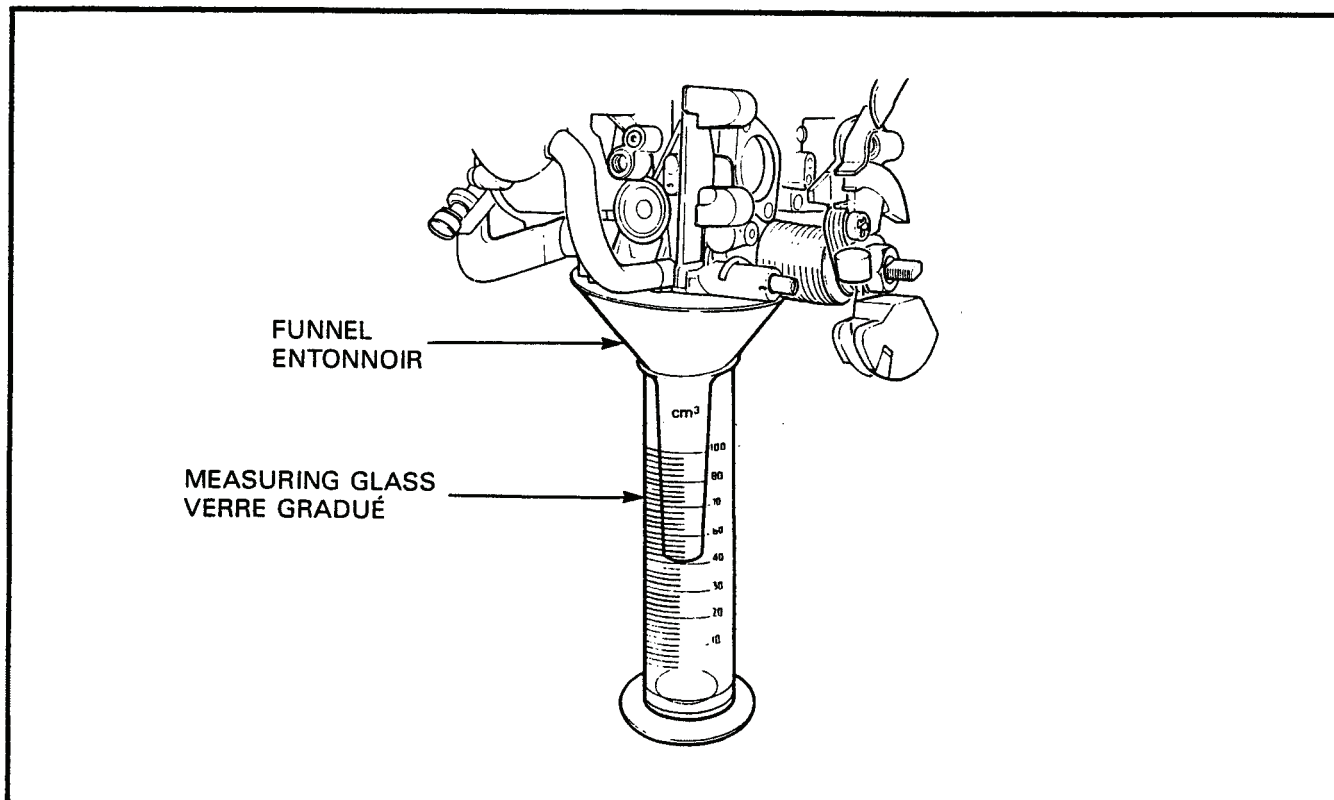

Figure 2-1-8 Carburetor Injection Capacity Measurement
| <p>(4) Install the spacers, flat washers and elastic nuts (2) on the two studs.</p> <p>(5) Connect the pulldown hose (9) to the body.</p> <p>(6) Connect the carburetor to a source of fuel and hold the carburetor over a funnel and measuring glass, see Figure 2-1-8.</p> <p>(7) Turn the choke operating lever so that the choke is fully open and slowly open the throttle valve lever to the fully open position ten times (a minimum of three seconds per stroke). The amount of fuel collected should be 8.5 to 11.5 cm³ (0.299 to 0.0404 oz).</p> | <p>(4) Installer les entretoises, les rondelles plates et les écrous élastiques (2) sur les deux goujons.</p> <p>(5) Brancher le boyau du dispositif anticalage (9) au corps du carburateur.</p> <p>(6) Relier le carburateur à une source de carburant et maintenir le carburateur au-dessus d'un entonnoir et d'un verre gradué, voir figure 2-1-8.</p> <p>(7) Tourner le levier de commande de l'étrangleur pour que celui-ci soit complètement ouvert, et ouvrir ensuite lentement à dix reprises le levier du papillon au maximum (au moins trois secondes chaque fois). La quantité de carburant recueillie devrait être de 8.5 à 11.5 cm (0.299 à 0.0404 oz).</p> |